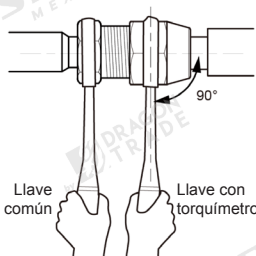

Fig. 16
3. Use una llave dinamométrica para girar firmemente la tuerca acampanada hasta que la llave emita un sonido de clic. (Sostenga el mango de la llave y hágalo en ángulo recto con la tubería como en la Fig.16).